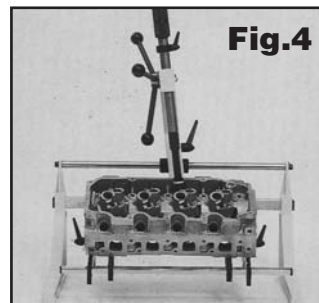

Fig.4
9. En culatas (cabezas) con valvulas inclinadas lateralmente, siga el siguiente procedimiento: Desapriete el seguro localizado en la parte trasera derecha del soporte en forma de "C", e incline el soporte principal lateralmente hasta alcanzar el ángulo apropiado, appliqué presión sobre la válvula para asegurar alineación, y aga los ajustes necesarios. Luego asegure nuevamente el seguro lateral, y proceda con el armado / desarmado de dicha pieza. (fig. 4).